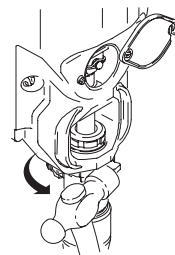

Fig. 15
6. Fig. 15. Enrosque a fondo la contratuerca (12) en la bomba. Apriete a mano la contratuerca, y después golpee ligeramente con un martillo de 570 g (máximo) para girarla 1/8 a 1/4 de vuelta, a un par aproximado de 102 N.m.